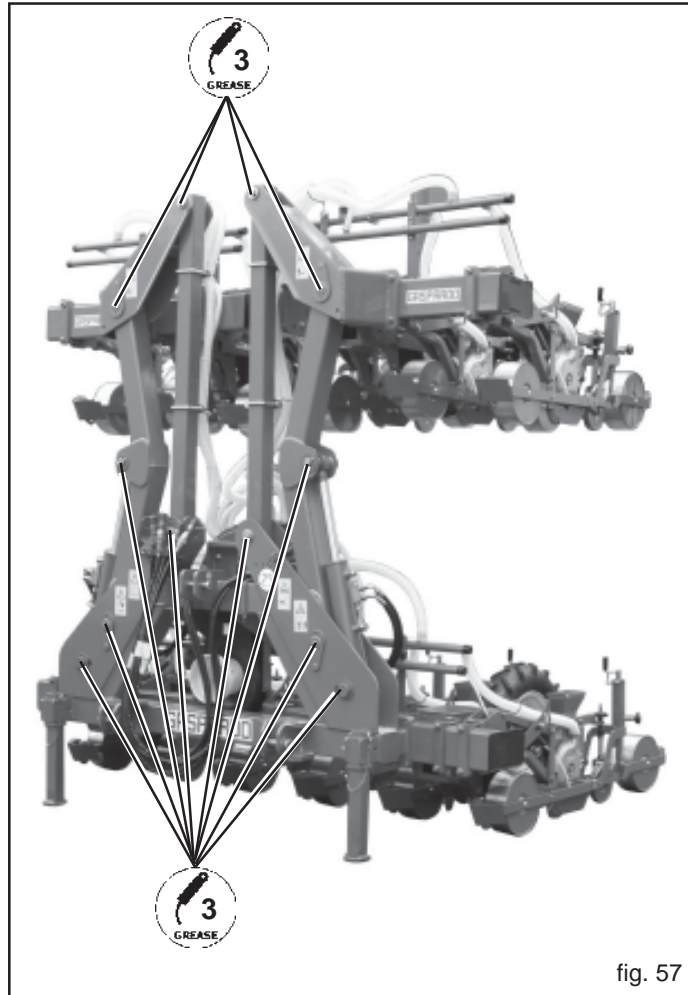

fig. 57
- Die Rahmengelenke schmieren (3, Abb. 57).